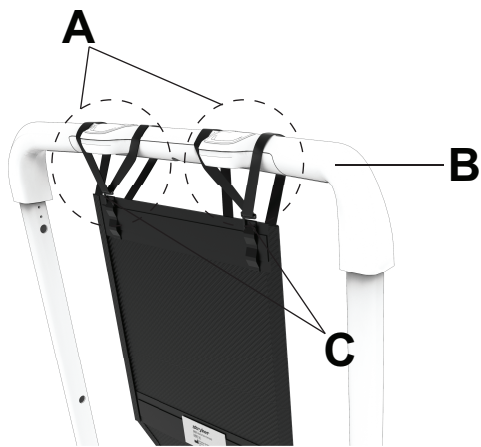

图 31 – 将约束带连接到抓杆上
2. 将左侧头部支撑约束带（A）缠绕在抓杆（B）左侧周围。约束带应勾住左侧解锁按钮的两侧。将挂钩（C）夹在头部支撑上的环上，将约束带固定在抓杆（图 31）上。